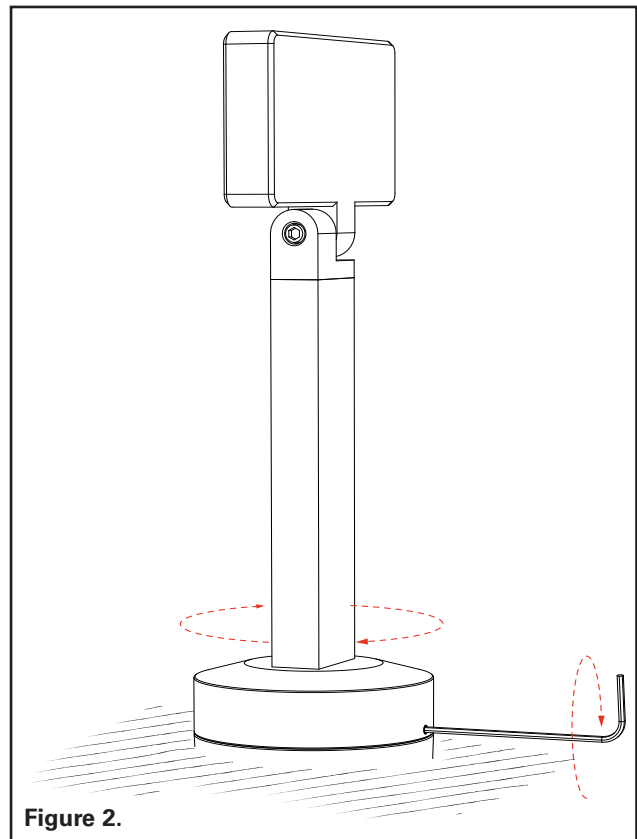

Figure 2.
2. For horizontal aiming, loosen and back out the two (2) rotation lock 6-32 set screws using a 5/64 allen key (provided by others). Adjust the fixture horizontal aiming by rotating the fixture base cap. Then tighten the rotation lock set screws to keep location. (Figure 2).
2. Pour l'orientation horizontale, desserrez et retirez les deux (2) vis d'ajustement de rotation 6-32 à l'aide d'une clé hexagonale de 1,98 cm (5/64 po) (non fournie). Réglez l'orientation horizontale du luminaire en faisant tourner le couvercle de la base du luminaire. Serrez ensuite les vis d'ajustement de rotation pour maintenir l'élément en place. (Figure 2.)